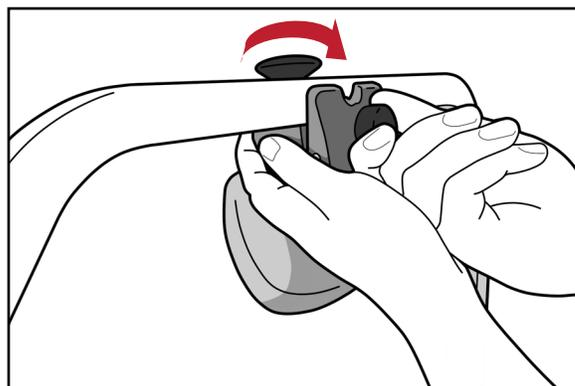

Рис. 4
2. Зафиксируйте компрессионный зажим, поворачивая ручку блокировки до тех пор, пока зажим не будет закреплен. (Рис. 4)